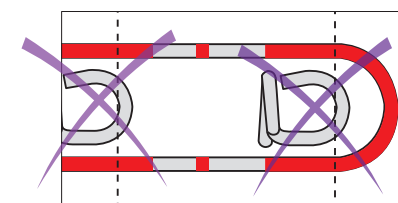

Fig.8
2. Retirer la cale de réglage ⑪ (fig. 8) et s'assurer que la came ⑩ reste centrée par rapport à l'actionneur ⑩, à l'aide des repères ⑫ (fig. 4A).
3. Armer l'appareil en appuyant sur le verrou ③, un « clic » doit retentir (fig. 8).